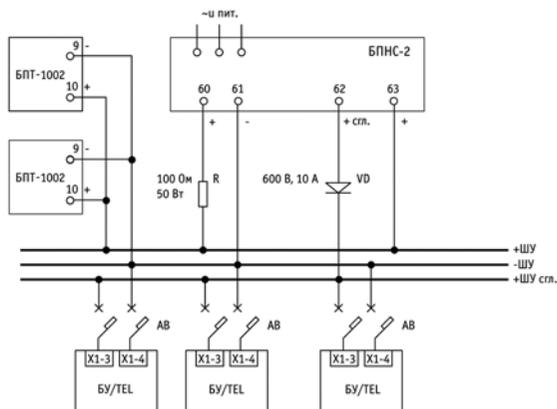
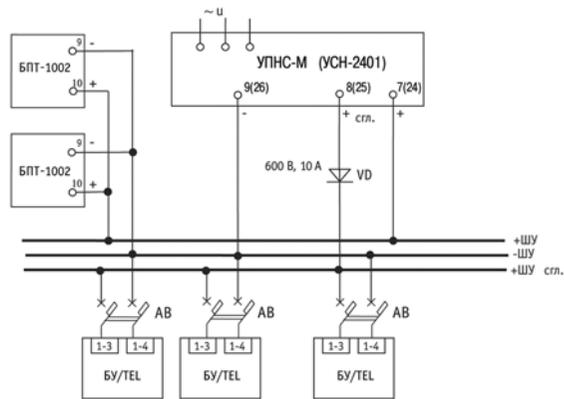
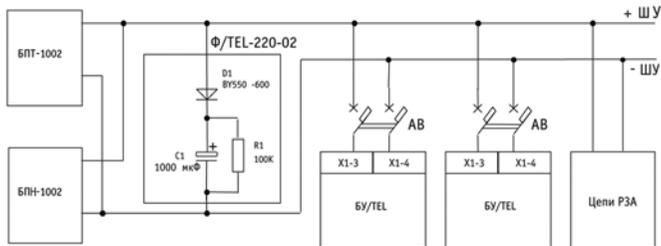

Рис. 15. Схема организации оперативного питания при использовании источников выпрямленного оперативного тока типа БПНС-2 и БПТ-1002
Рис. 16. Схема организации оперативного питания при использовании источников выпрямленного оперативного тока типа УПС-М (УСН-2401) и БПТ-1002
Рис. 17. Схема организации оперативного питания при использовании источников выпрямленного оперативного тока типа БПН-1002 и БПТ-1002
2.3.1.1. В схеме с БПНС-2 питание на блоки управления рекомендуется подавать поочередно не более чем на пять БУ/TEL одновременно. В противном случае всплеск тока при подключении может привести к перегоранию предохранителя БПНС-2. Резистор R (см. рис. 15) допускается не устанавливать, если БПНС-2 применяют без других источников выпрямленного тока.
2.3.1.2. При организации оперативного питания с помощью устройств БПНС-2 и БПТ-1002, а также УПНС-М и БПТ-1002 питание БУ/TEL необходимо осуществлять от выхода встроенного сглаживающего фильтра. Схемы организации оперативного питания в этих случаях приведены на рис. 15 и рис. 16.
2.3.1.4. Схема организации оперативного питания при использовании устройства УСН-2401 аналогична. На рис. 16 в скобках указаны номера зажимов блока УСН-2401.
Фильтры поставляются отдельно предприятием "Таврида Электрик". Схема организации оперативного питания для этого случая приведена на рис. 17.
В схеме управления на выпрямленном оперативном токе питание БУ/TEL должно осуществляться в соответствии со схемами, приведенными в п. 2.3.1. Организация оперативного питания БУ/TEL в схемах на выпрямленном токе (см. рис. 15 - рис. 17).